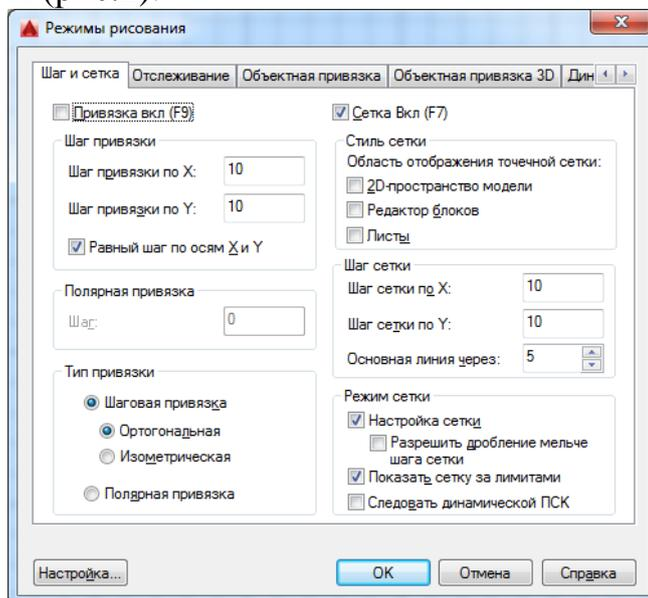

Рис. 2
- 3.2. Настройка масштаба сетки и величины шага (расстояния привязки) производится вызовом пункта меню *Сервис* ⇒ *Режимы рисования...* Откроется окно "Режимы рисования". На вкладке "Шаг и сетка" сделать соответствующие настройки - масштаб сетки и величина шага – 10 мм и в окошках должны стоять флажки (рис.2).